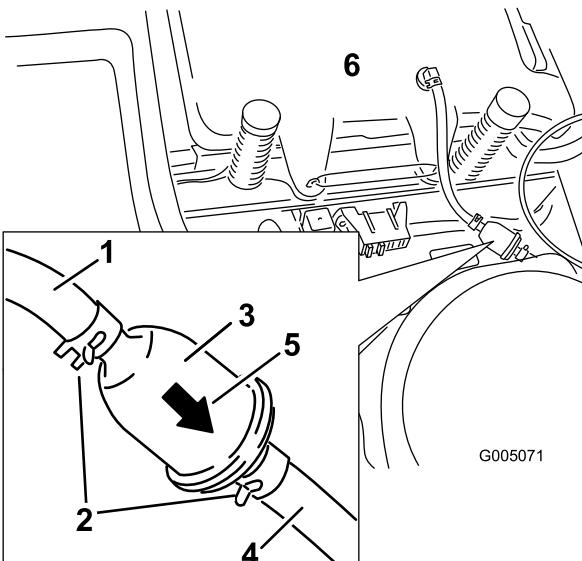

Figure 33
- 4. Pincez les extrémités des colliers et faites glisser ceux-ci pour les éloigner du filtre (Figure 33).
- 6. Montez un filtre neuf en veillant à pointer la flèche indiquant le sens d'écoulement vers le moteur. Rapprochez les colliers de flexibles du filtre (Figure 33) pour le fixer en place.